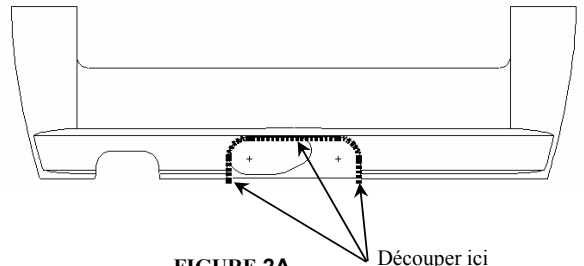

FIGURE 2A
- Modèles 2004 et 2005 : Découper le carénage intérieur comme illustré à la **Figure 2A**. Donner au découpage le même profil que la trappe d'accès. La découpage du carénage extérieur n'est pas requis.